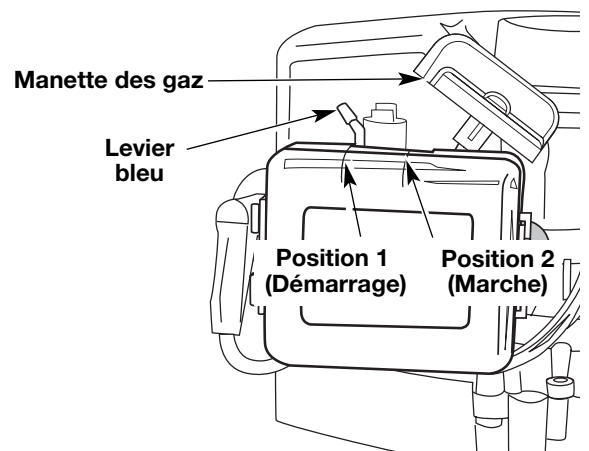

Fig. 3
3. Mettez le levier bleu d'étranglement en Position 1 (Fig. 3).